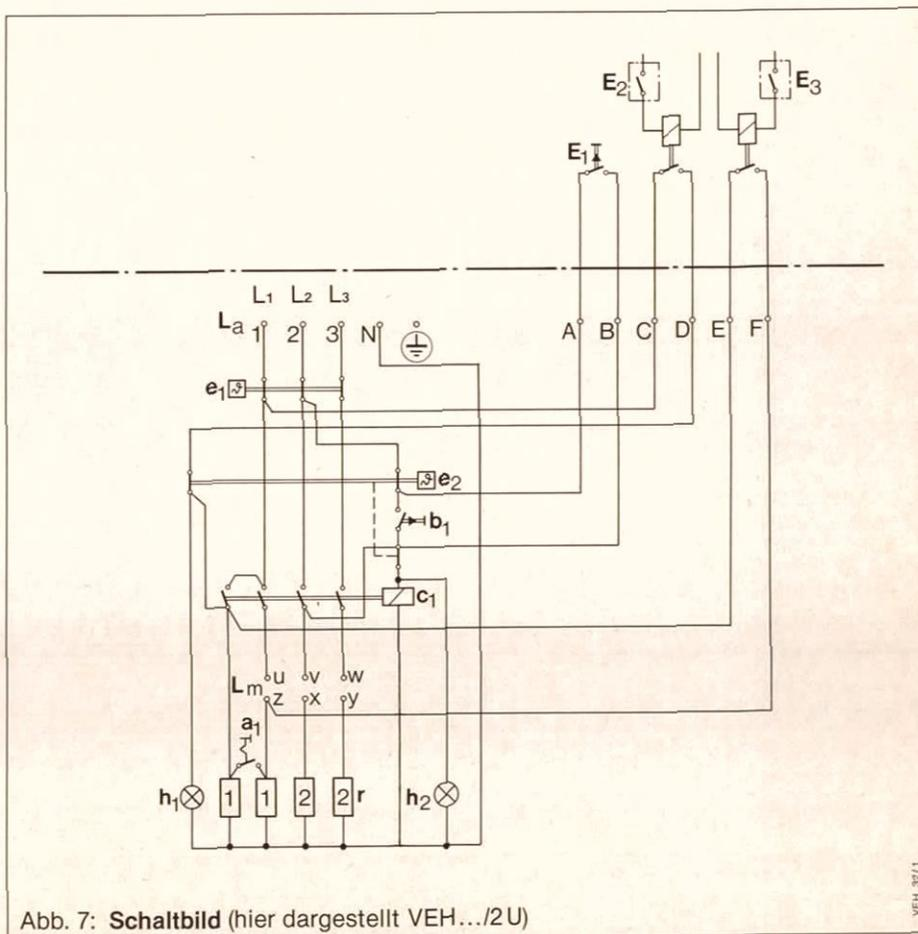

Abb. 7: Schaltbild (hier dargestellt VEH.../2U)
Nach Abnahme des Deckels vor dem Universalflansch (12, Abb. 1) ist das Leitungskabel durch die Kabeleinführung (3, Abb. 2) zu legen und mit der Zugentlastungsschelle zu befestigen. Danach erfolgt der Anschluß an die Klemmen 1; 2; 3 (siehe Abb. 7).
Der Wahlschalter (a₁, Abb. 7) zur Umschaltung der „Grundlast“ befindet sich unterhalb des Deckels vor dem Universalflansch (12, Abb. 1) neben den Anschlußklemmen. Im Anlieferungszustand ist er geöffnet, es ergibt sich eine „Grundlast“ (1 kW) für eine Aufheizzeit von etwa 8 Stunden.
7.3 Fernsteuerung (Abb. 7)
Legende zu Abb. 7